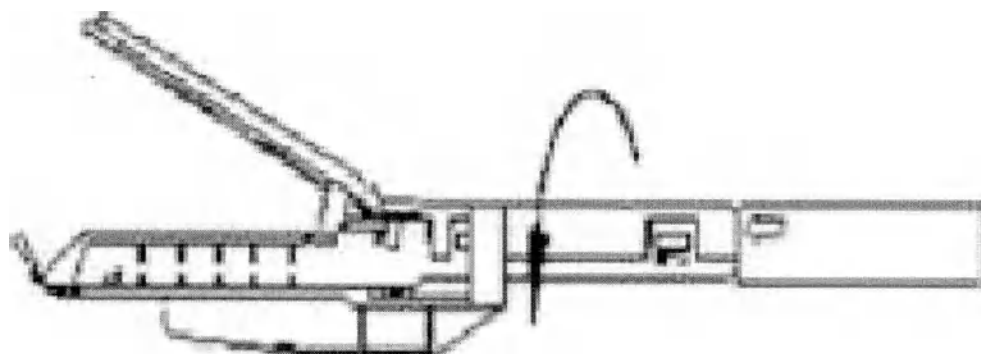

Рисунок 1.
1. Чтобы зарядить эндоскопический линейный степлер соответствующей кассетой, вставьте штифт, расположенный на дистальном конце штока инструмента, в кассету. Убедитесь, что индикатор выравнивания на кассете совпадает с индикатором выравнивания на штоке. (Рисунок 1)